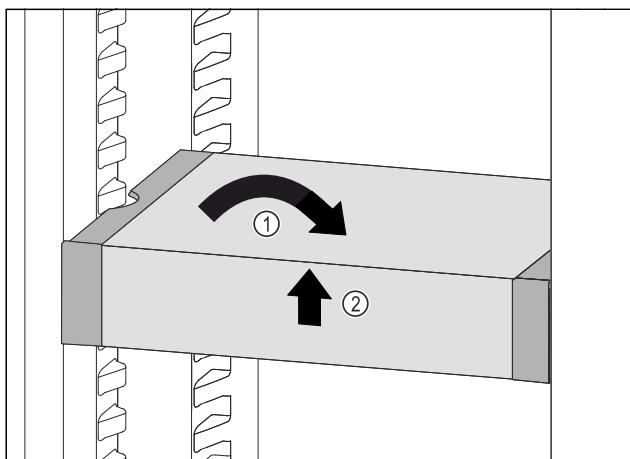

Fig. 130
- Remettre le VarioSafe droit. Fig. 130 (1)
- Soulever la partie avant du VarioSafe. Fig. 130 (2)